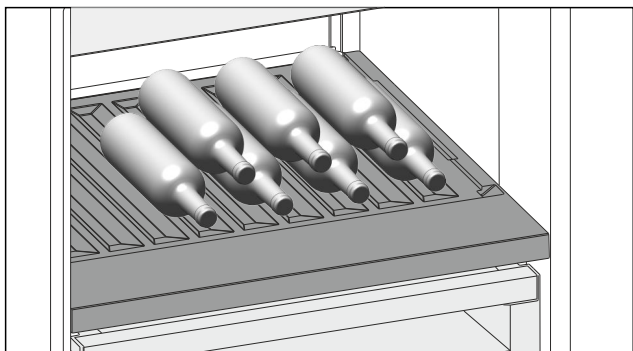

Fig. 150 Shembull ilustrues
- Shtrini shishet me fundin të drejtuar në faqen e pasme të frigoriferit. (shihni Fig. 150)